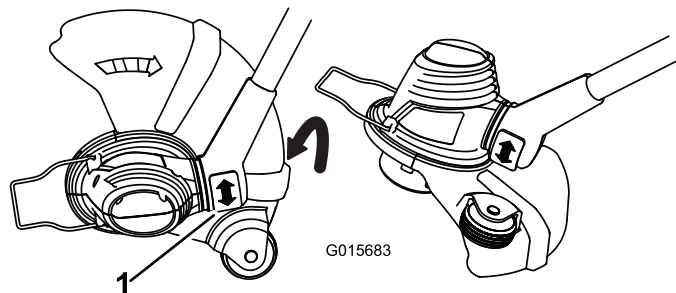

Figure 6
- Pour régler l'orientation de la base, appuyez sur le bouton de rotation situé au bas de l'arbre, puis tournez la base dans la direction voulue (Figure 6).